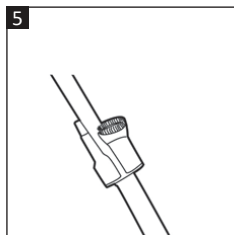

Рис. 5
- Держатель принадлежностей (3) можно закрепить на телескопической трубке (19), чтобы чистящие насадки были под рукой во время очистки (Рис. 5).
- Если трудно перемещать щетку для пола (18) по полу или ковру, вы также можете отрегулировать мощность всасывания с помощью регулятора мощности всасывания (8) на ручке всасывающего шланга (Рис. 5). Для регулировки сдвиньте переключатель вверх / вниз.